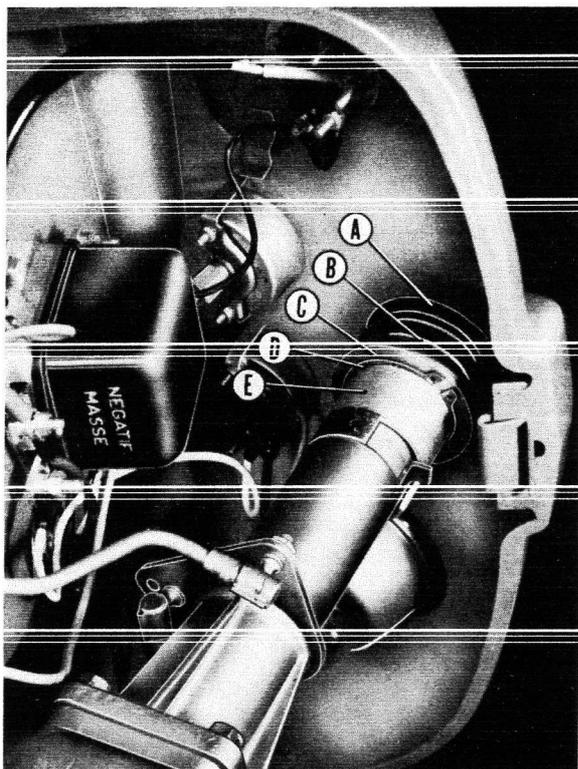

Fig. 6
- 1° Engager autour de la colonne de direction et reposant sur l'ergot du manchon entraîneur de commande (fig. 6-E) :
- le circlip à œils (fig. 6-D),
- la rondelle plate inférieure (fig. 6-C),
- le ressort à boudin (fig. 6-B),
- la rondelle plate supérieure (fig. 6-A).